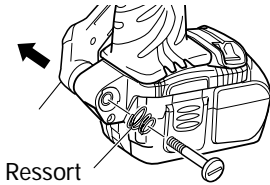

Fig. 4
- (b) Retirer le crochet et le ressort. (Fig. 4)